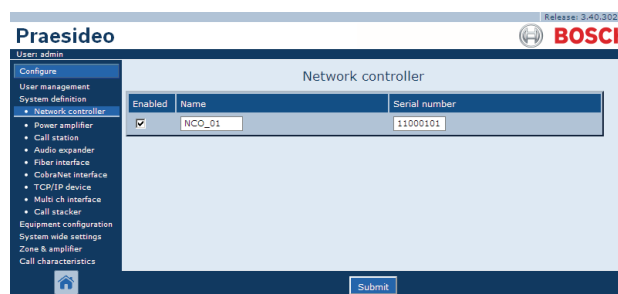

Abb. 42.3: Netzwerkcontroller anmelden, Schritt 1
- 1 Rufen Sie *Configure > System definition > Network controller* auf. Im Mainframe der webbasierten Benutzeroberfläche erscheint ein Bildschirm, der dem in Abb. 42.3 ähnelt.